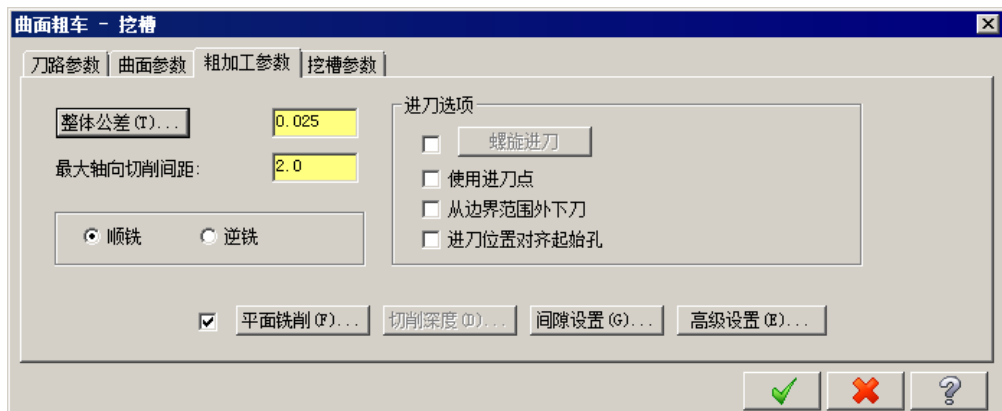

图 10.2.29 “粗加工参数”选项卡
Step5. 设置粗加工参数。在“曲面粗车-挖槽”对话框中单击 **粗加工参数** 选项卡, 设置图 10.2.29 所示的参数。